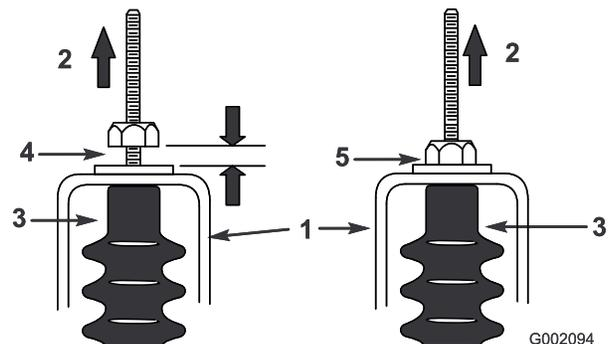

图 65
- 向上拉每根换档线确保螺母/垫圈与空档支架之间留有 0.761.52mm 的空隙图 65。